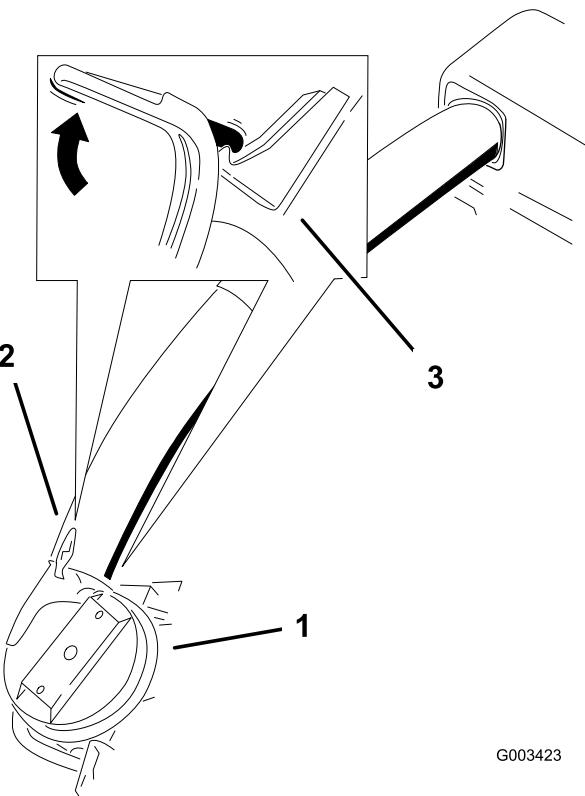

**Bild 25**
8. Schieben Sie das untere Rohr auf die Manschette und verriegeln sie (Bild 25 oder Bild 26).